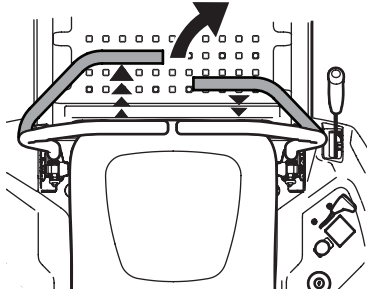

Figure 30
2. Pour tourner à droite, tirez la barre de conduite droite vers vous et poussez la barre de conduite gauche vers l'avant. Voir Figure 30.